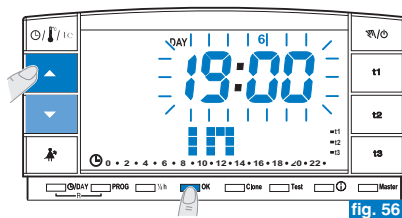
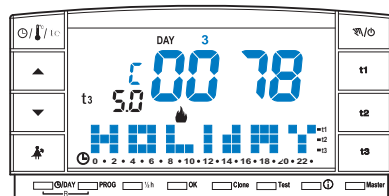

fig. 56
fig. 57
- En pantalla aparece (parpadeando) la hora en la que se pretende finalizar el recuento (regresar a la vivienda), con las teclas ▲▼ configurar la hora; confirmar pulsando la tecla **OK** (fig. 56 de la página siguiente).
- Una vez finalizada la introducción de los datos y que se ha confirmado con la tecla **OK** (ejemplo en fig. 56), en pantalla pueden aparecer **dos visualizaciones diferentes** (dependiendo de los datos que se han introducido).
- Pulsando la tecla **OK** (ejemplo en fig. 56) el cronotermostato iniciará la cuenta a atrás y el programa mantendrá la temperatura **t3** Ausencia configurada (configuración de fábrica 5°C en modalidad "Invierno" y 33°C en "Verano", ambas regulables como se ha indicado en el apartado 5.6) hasta el final de las horas programadas y en pantalla se visualiza el número de horas que faltarán para el final del programa más el mensaje **HOLIDAY** (ejemplo en fig. 57).
- Pulsando la tecla **OK** (ejemplo en fig. 56) el cronotermostato volverá al programa en función primero de la introducción de datos en el programa **P 04** en espera de activar este último programa.
Pasado este tiempo el cronotermostato iniciará la cuenta a atrás y el programa mantendrá la temperatura **t3** Ausencia configurada (configuración de fábrica 5°C en modalidad "Invierno" y 33°C en "Verano", ambas regulables como se ha indicado en el apartado 5.6) hasta el final de las horas programadas; en pantalla se visualiza el número de hora faltantes al final del programa más el mensaje **HOLIDAY** (ejemplo en fig. 57).